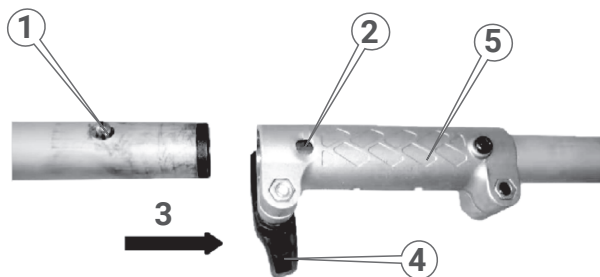

Рисунок 3. Схема приєднання сегмента «штанги» коси до приводного блоку.
5. Пристикувати сегмент «штанги» коси до «штанги» приводного блоку (рис. 3):
- послабити фіксатор (4, рис. 3) стикового вузла «штанги»;
- з'єднати сегменти «штанги» у стиковому вузлі (5, рис. 3), орієнтуючись по пружному фіксатору (1, 2, рис. 3) до характерного клацання;
- вручну зафіксувати сегменти «штанги» фіксатором (4, рис. 3) так, щоб вони не хиталися у стиковому вузлі.